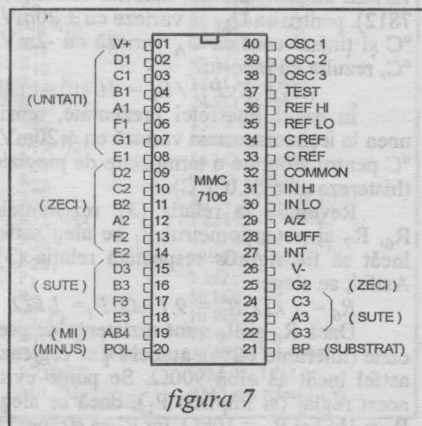

figura 7
**Descriere generală.** Circuitul integrat MMC7106 (figura 7) este un convertor de înaltă performanță, cu consum redus de putere, pe 3 1/2 digiți. Acest circuit conține, pe lângă partea de conversie analog-numerice și circuitele necesare pentru generarea tactului (clock), decoder de afișare pe șapte segmente fără multiplexare, driver de afișare și circuit de stabilizare pentru tensiunea de referință. Acest circuit este proiectat special pentru a lucra cu afișaj cu cristale lichide și deci include un driver special pen-